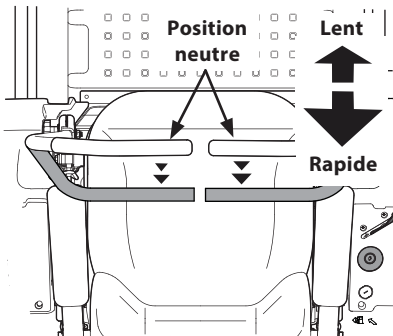

Figure 3-8
1. Poussez les barres de conduite lentement et graduellement vers l'arrière. L'appareil commencera à reculer. Voir Figure 3-8.